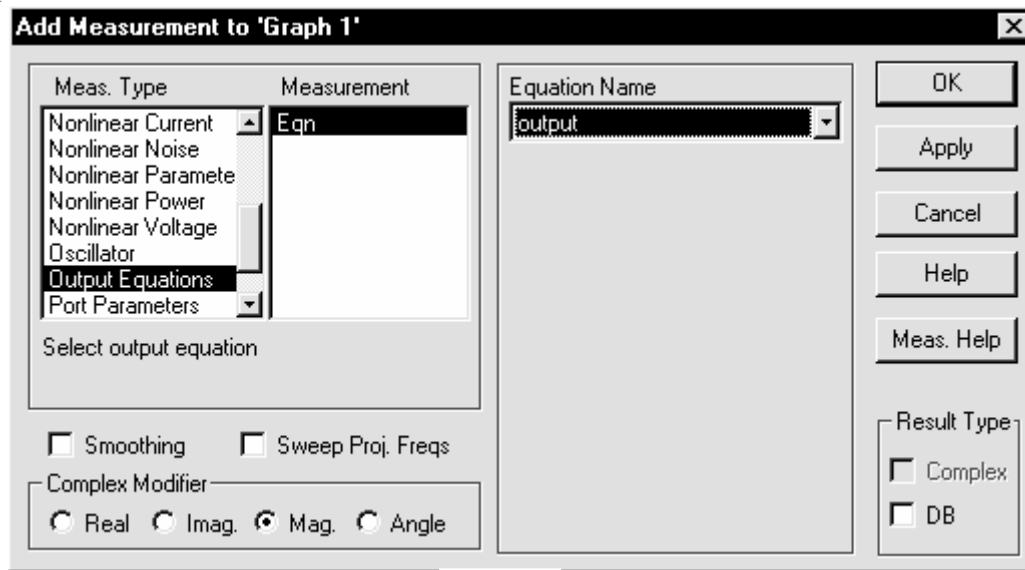

Рис. 1.5
2. Щёлкните правой кнопкой мышки по подгруппе графика в окне просмотра проекта и выберите **Add measurement** или щёлкните по значку **Add measurement** на панели инструментов. Откроется диалоговое окно **Add Measurement**, показанное на рис. 1.5.